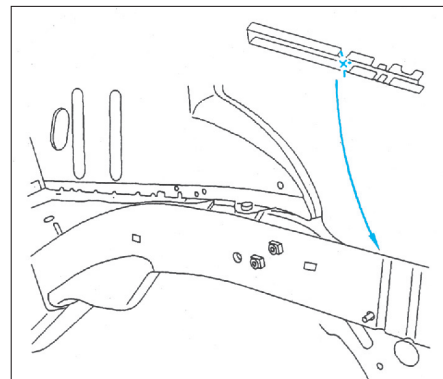
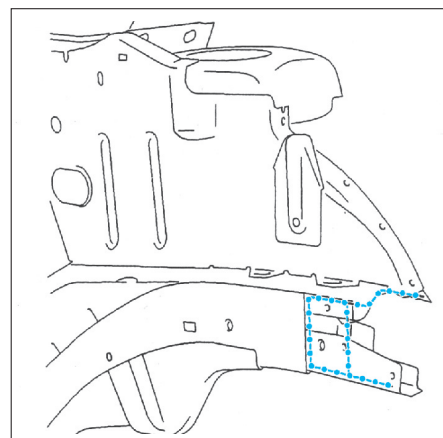

FIG. 31
FIG. 32
- Préparer les bords d'accostage et les protéger par un apprêt soudable (Fig.31) et (Fig.32).